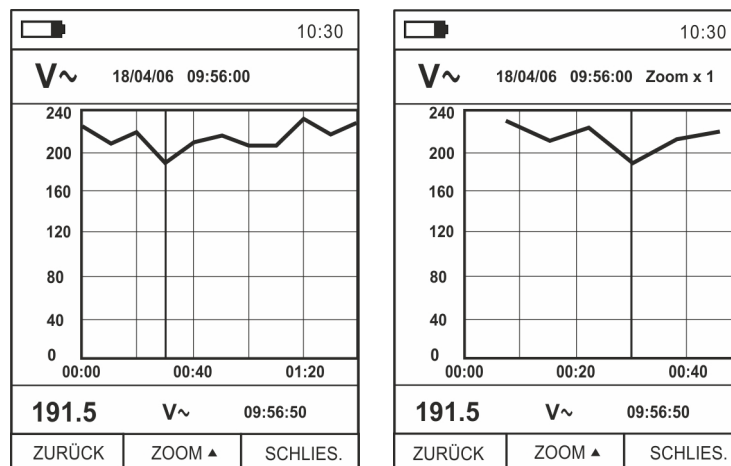

Abb. 39: Data Logger Funktion – Anzeige des Graphs der Aufzeichnung
17. Drücken Sie die Taste **MODE (TENDEN.)**, um den Graph der Aufzeichnung im Display und den entsprechenden Trend im Zeitablauf anzuzeigen (Trend). Die Bildschirmseite in Abb. 39 – linke Seite erscheint im Display.
19. Drücken Sie die Taste ▲ (**ZOOM**) zur Aktivierung (wenn verfügbar) des Zooms von den Werten auf dem Graph (siehe Abb. 39 – rechte Seite), um die Auflösung zu erhöhen. Die Angabe "Zoom xY" wo Y = max Zoom erscheint auf der Oberseite des Displays. Es ist möglich, Zoom X1 für mindestens 10 Messpunkte, X2 für mindestens 20 Messpunkte, X3 für mindestens 40 Messpunkte usw. durchzuführen, für max 6 Zoom-Operationen.